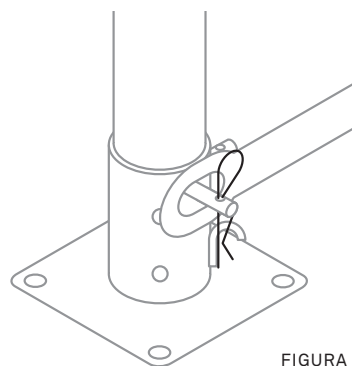

FIGURA 9
11. Deslice los tubos de la estructura del suelo sobre la varilla horizontal de la placa base. A continuación, coloque el pasador en forma de R tal y como se ilustra en la figura 9 para evitar que el tubo de suelo se deslice fuera de la varilla.